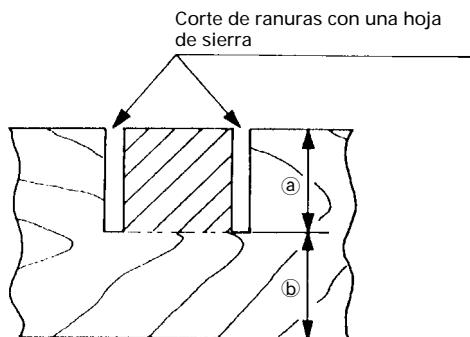

Fig. 46
Posicione la moldura en vértice con su BORDE EN CONTACTO CON LA PARED contra la escuadra de guía y su BORDE DE CONTACTO CON EL TECHO contra los topes de moldura en vértice, tal como se observa en la Fig. 46-b.
Las ranuras podrán cortarse en la pieza de trabajo como se indica en la Fig. 46 regulando el perno de ajuste de profundidad de 8mm.
- (1) Afloje la tuerca de aletas de 8mm y gire el perno de ajuste de profundidad de 8mm con la mano.
- (2) Ajuste la profundidad de corte deseada regulando la distancia entre la hoja de sierra y la superficie de la base (consulte (b) de la Fig. 46).
- (3) La tuerca de aletas 8mm deberá quedar adecuadamente apretada después de haber finalizado el ajuste.